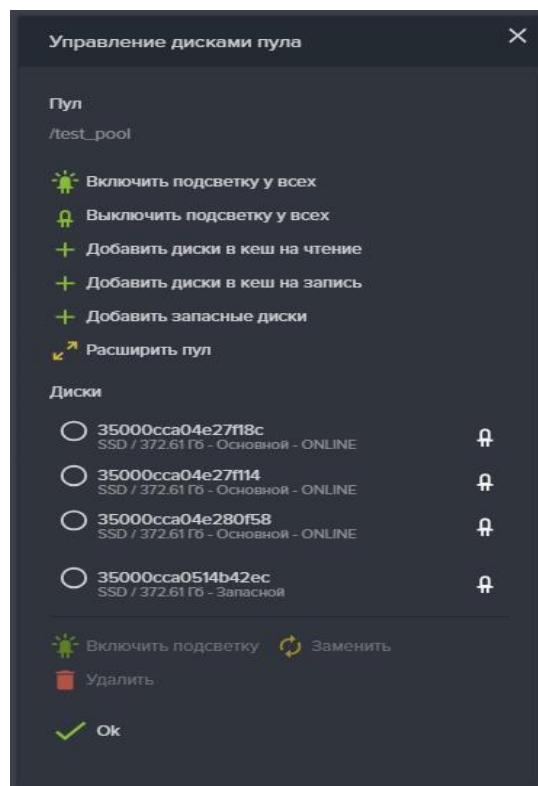

Рисунок 136. Информация о массиве
- Для просмотра подробной информации о дисках пула нажмите кнопку «**Управление дисками**» (см. Рисунок 136).